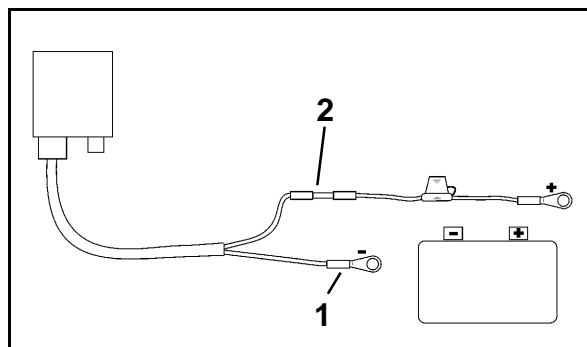

Fig. 184
5. Führen Sie die blaue Kabelader (Masse) in eine lose Ringzunge ein (Fig. 184/1).
7. Führen Sie das braune Kabelader (+ 12 Volt) in freies Ende vom Stoßverbinder (Fig. 184/2) ein.
9. Stoßverbinder (Fig. 184/2) mit Wärmequelle (Feuerzeug oder Heißluftfön) einschrumpfen bis der Kleber austritt.